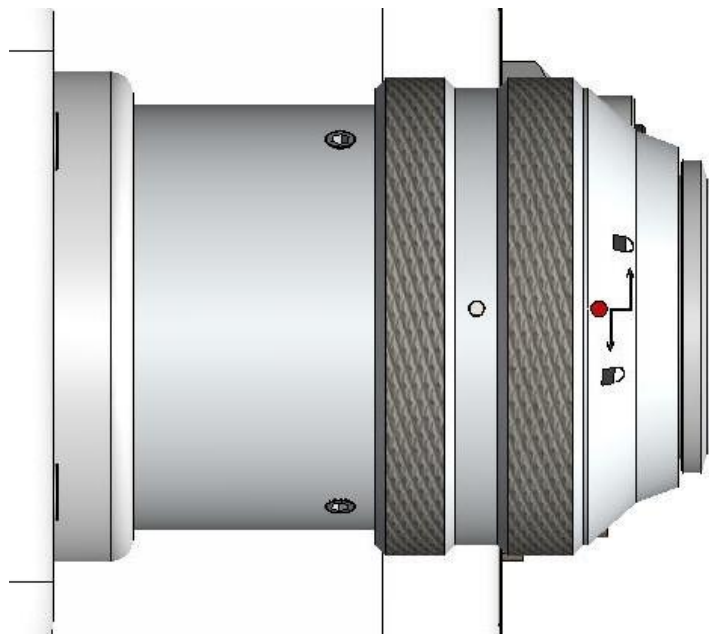

图2.4
- ③ 将QBH连接器拧至打开状态：逆时针方向旋至极限位置（可以感觉到“噔”的一声），注意转到位即可，不要大力拧动，否则可能会损坏QBH内部结构，如图2.4所示：